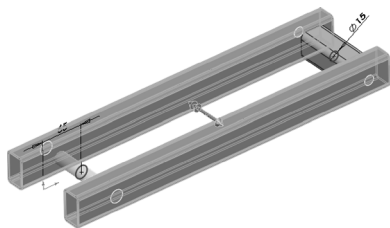

图 6-94 执行拉伸切除操作
STEP 2 在离构件边界 65mm 处创建直径为 20mm 的圆孔，在横向构件中心处创建直径为 15mm 的圆孔，如图 6-94 所示。